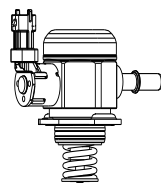

Рис. 9-8
1. Топливный насос высокого давления (рис. 9-8)